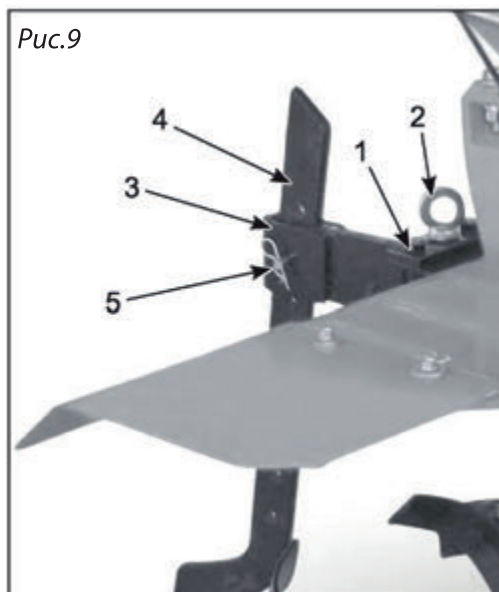

Рис.9
Регулировка глубины вспашки. Для регулировки глубины вспашки необходимо отрегулировать по высоте сошник. Вынуть штифт (5), переместить сошник (4) вверх (глубина вспашки уменьшится) или вниз (глубина вспашки увеличится), зафиксировать в требуемом положении. Правильная регулировка зависит от почвы (рис. 9).